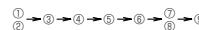

Fig. 4-1
- Прежде чем запускать прибор, откройте ВЕРХНЮЮ ЧАСТЬ КОРПУСА КОМПРЕССОРА и ПЕРЕДНЮЮ ЧАСТЬ КОРПУСА КОМПРЕССОРА, а затем снимите элементы фиксации КОМПРЕССОРА. (Fig. 4-1)